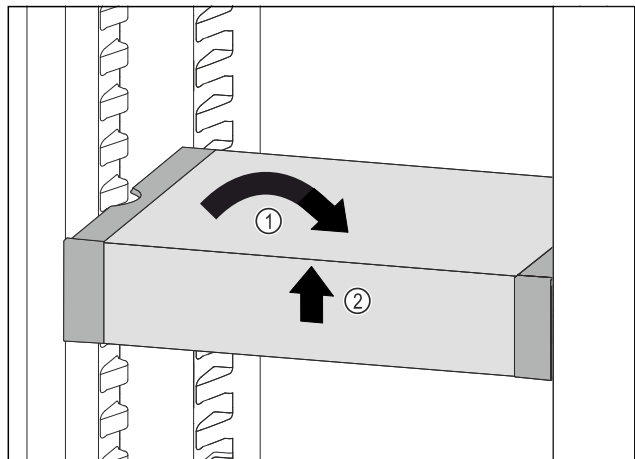

Fig. 55
- Collocare VarioSafe in maniera dritta. Fig. 55 (1)
- Sollevare VarioSafe dal lato anteriore. Fig. 55 (2)